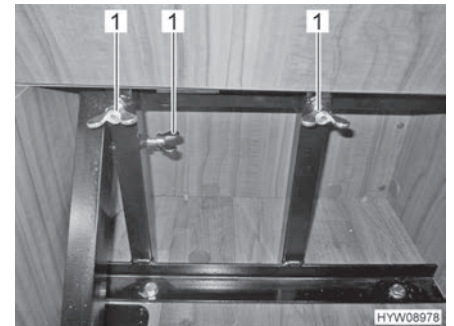

Bild 20 Säkra den hopfällbara stolen med vingmutter
- Säkra den hopfällbara stolen med vingmutter (Bild 20,1).